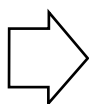

Fig. 1 : Enlèvement de la partie inférieure du corps
- Déverrouiller les manchons de serrage de fil et enlever la partie inférieure du corps (voir fig. 1).
- Disposer les manchons de serrage de fil dans la rainure du collet de la partie intermédiaire du corps et les serrer (en substance inversement figure 1).